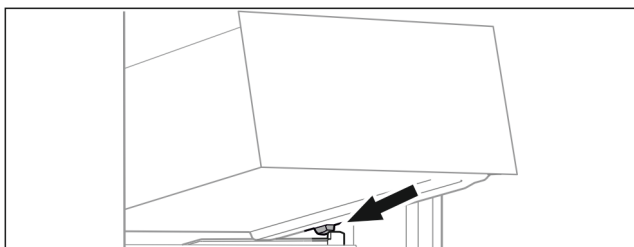

Fig. 189
- ▶ Vendosni sirtarin pjerrtas prapa ndaluesve mbi brinjën e kutisë. (shihni Fig. 189)